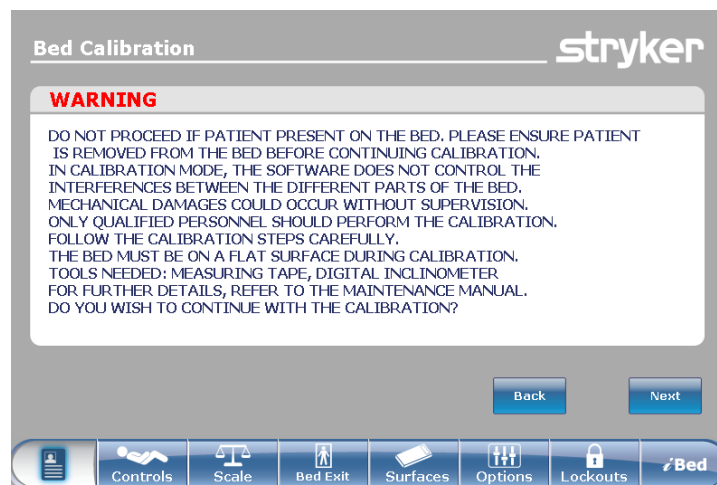

Figure 4 : Calibration du lit - ATTENTION
Référez-vous à la Figure 4 pour les détails.
2. Après avoir appuyé sur le bouton «Calibration du lit», la Figure 4 s'affichera. Appuyez sur «Oui» pour poursuivre la calibration.